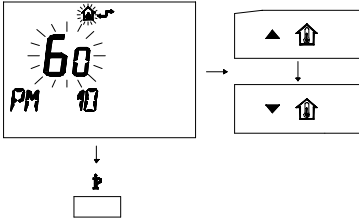

fig. 5.35
- Per modificare il *SET* programmato agire sui pulsanti ▲ ↑ o ▼ ↓ e aspettare che il numero programmato cominci a lampeggiare (fig. 5.35)